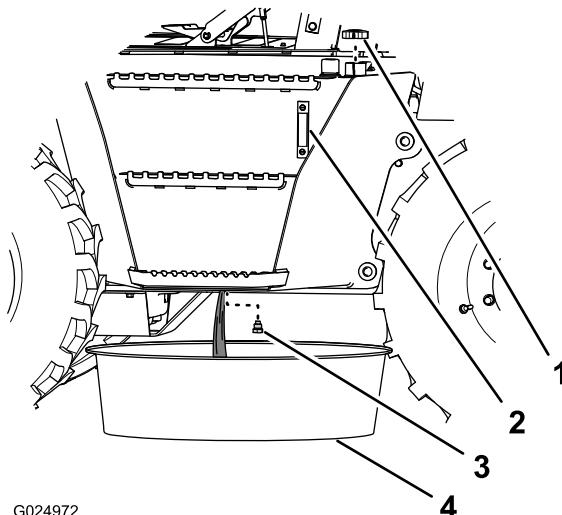

Figura 113
6. Posicione um recipiente com capacidade mínima de 190 L (50 gal. E.U.A.) sob o bujão de drenagem do reservatório hidráulico (Figura 113).
7. Remova o bujão de drenagem do reservatório hidráulico (localizado abaixo do reservatório) e drene o reservatório (Figura 113).
9. Instale o bujão de drenagem (Figura 113).